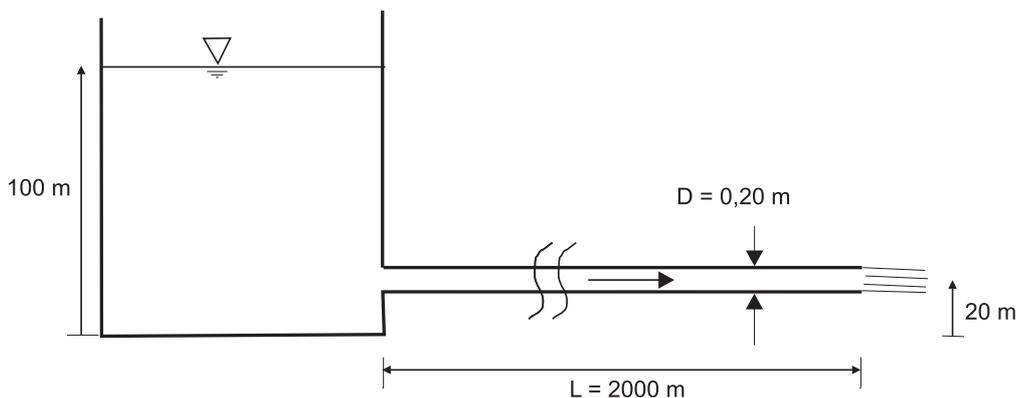

Abbildung 2
1. Eine horizontale Rohrleitung befördert Wasser von einem Wasserspeicher (Abb. 2). Das Wasser tritt bei Länge $L = 2,00$ km in Form eines Freistrahles aus. Der Rohrdurchmesser sei $D = 0,200$ m
- Zeichnen Sie unter Vernachlässigung aller Verluste die Druck- und Energielinie maßstäblich in Abb. 2 mit Werten ein.